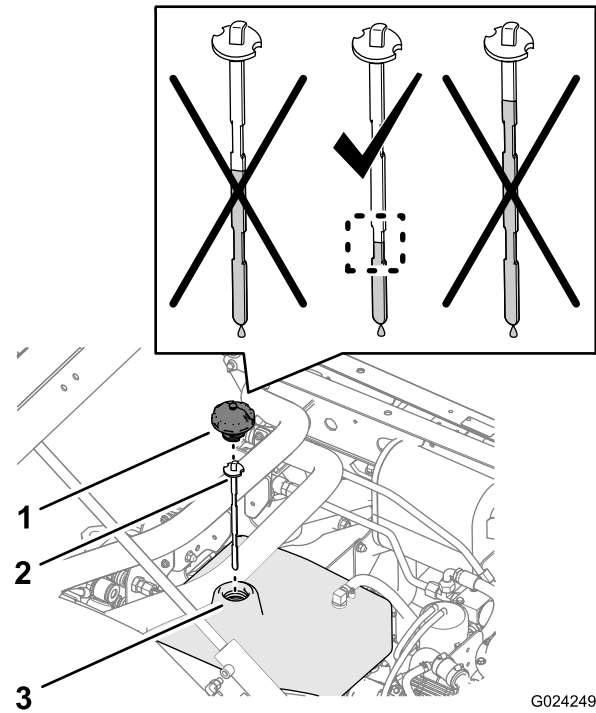
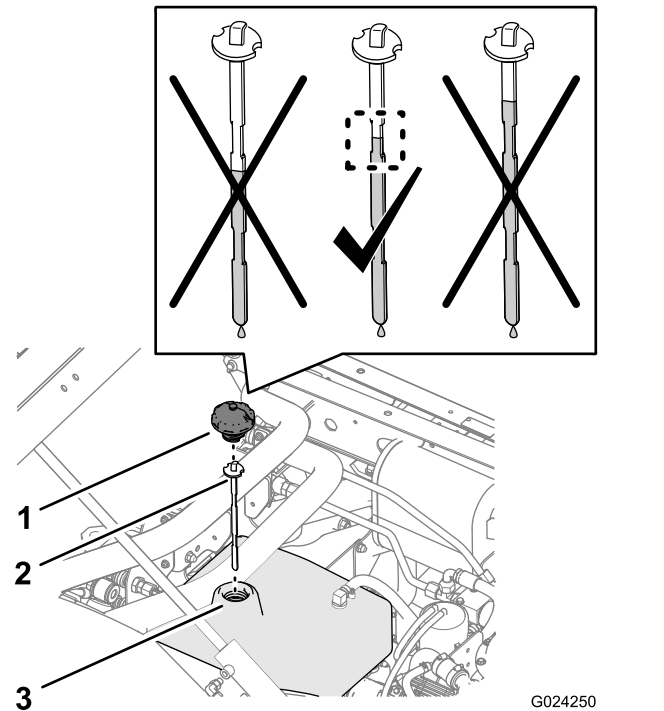

Bild 79
Bild 80
4. Reinigen Sie den Bereich um den Füllstutzen und um den Deckel des Hydraulikbehälters (Bild 79 und Bild 80).
5. Nehmen Sie den Deckel vom Füllstutzen des Behälters ab und wischen Sie den Peilstab mit einem Lappen ab (Bild 79 und Bild 80).
6. Stecken Sie den Peilstab in den Füllstutzen und ziehen ihn dann heraus, um den Ölstand zu prüfen (Bild 79 und Bild 80).
7. Gießen Sie bei einem niedrigen Ölstand so viel Hydrauliköl der angegebenen Sorte in den Behälter, bis der Stand in der Mitte des eingekerbten Bereichs am Peilstab liegt (Bild 79 und Bild 80).
8. Setzen Sie den Peilstab ein und den Deckel auf dem Füllstutzen des Behälters auf (Bild 79 und Bild 80).